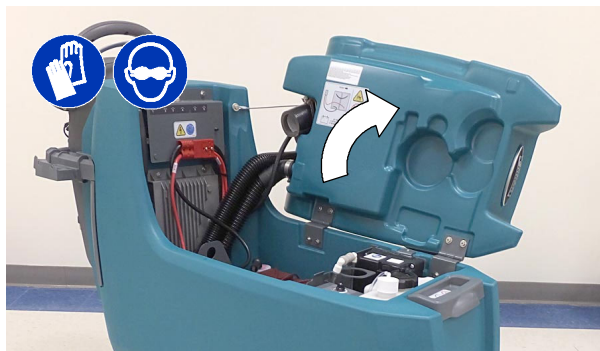

ABB. 1
1. Heben Sie den Schmutzwasserbehälter an, um an das Batteriegehäuse heranzukommen (Abbildung 1).